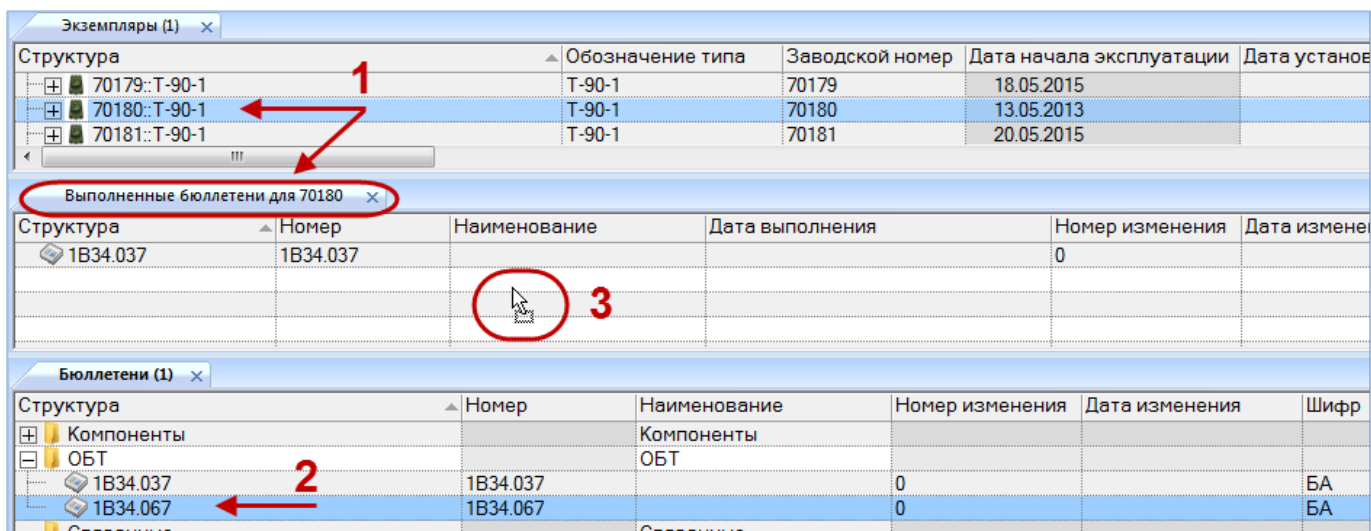

Рис. 14-23 – Переместить бюллетень в окно связанных объектов «Бюллетени» для экземпляра ФИ
2) В рабочем окне «Экземпляры» выбрать экземпляр ФИ и открыть окно связанных объектов «Бюллетени» для выбранного экземпляра, для этого нажать кнопку «Бюллетени» панели «Связанные объекты» (1 на рис. 14-23).
3) Выбрать бюллетень в основном рабочем окне «Бюллетени» (2 на рис. 14-23). Для выделения нескольких бюллетеней используются клавиши CTRL и SHIFT.
4) Переместить с помощью мыши бюллетень в окно связанных объектов «Выполненные бюллетени» для выбранного экземпляра ФИ – появится подсказка вида «+ Создать связь X объект(ов) в ...» (3 на рис. 14-23). Отпустить кнопку мыши.